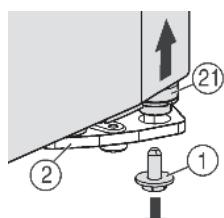
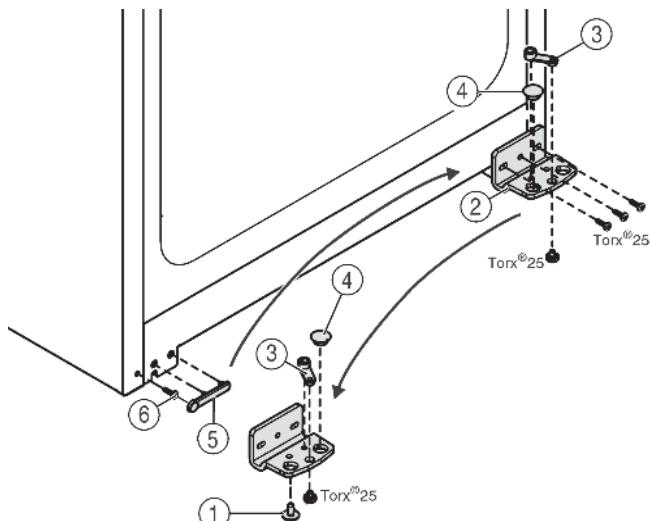

Fig. 4
Fig. 5
- Vpravo dole na stojanu ložiska vyšroubujte pojistný šroub Fig. 4 (1).
- Ložiskový čep Fig. 4 (21) se uvolní ze stojanu ložiska Fig. 5 (2).
- Jestliže se ložiskový čep Fig. 4 (21) neuvolní, vytlačte čep zdola.
- Našroubujte stojan ložiska Fig. 5 (2).
- Našroubujte ložiskový díl Fig. 5 (3) a přemístěte do protilehlého upínacího otvoru stojanu ložiska, opět přišroubujte.
- Vyjměte ze stojanu ložiska zátku Fig. 5 (4) a nasadte do protilehlého upínacího otvoru stojanu ložiska.
- Opatrně zvedněte kryt Fig. 5 (5) na straně madla.
- Vyšroubujte šroub Fig. 5 (6) a na protější straně ho opět nasadte.
- Kryt Fig. 5 (5) opět nasadte.
- Přišroubujte opět stojan ložiska Fig. 5 (2) na novou stranu závesu (**silou 4 Nm**), příp. pomocí akumulátorového šroubováku.
- ▶ Zašroubujte a dotáhněte pojistný šroub Fig. 4 (1) dole do ložiskového čepu (**sílu 4 Nm**).